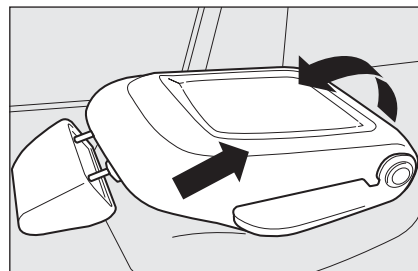

fig. 51
- ☐ incline completamente el asiento del pasajero tipo mesilla **fig. 51** (consulte el apartado “Para abatir el asiento tipo mesilla” en este capítulo);